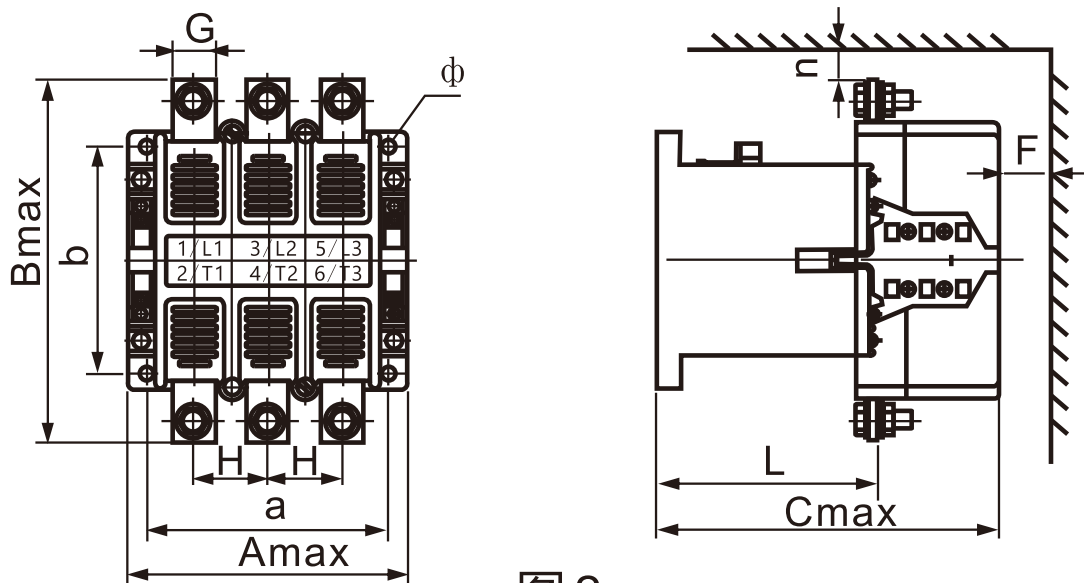

图 2
5.2 CJ20-63 ~ 630外型尺寸及安装尺寸见图2、表4。